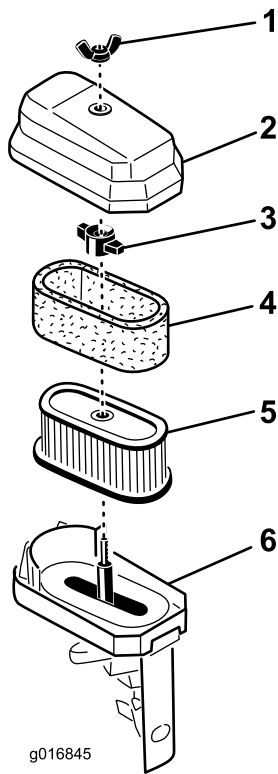

Figura 37
3. Pulite il coperchio (Figura 36 e Figura 37).
4. Se l'elemento in schiuma sintetica è sporco, toglietelo dall'elemento di carta (Figura 37) e pulitelo come indicato di seguito.